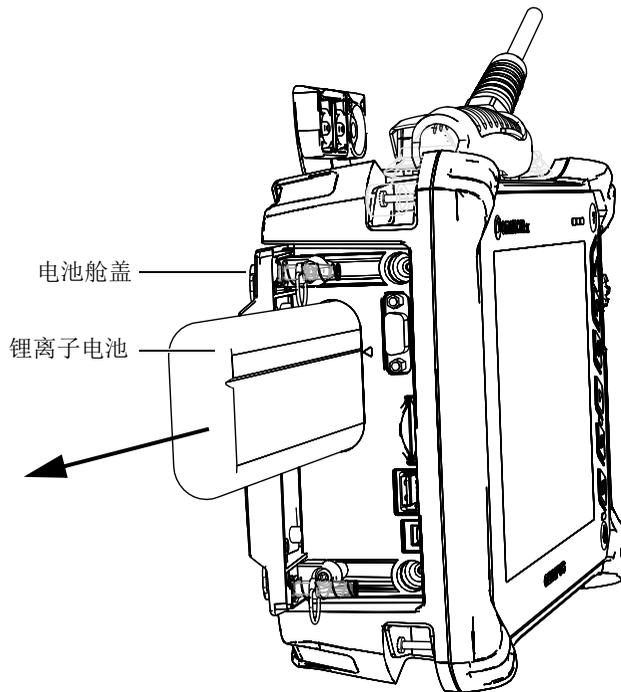

图 3-6 取出锂离子电池
2. 拉住提拉带，将电池从仪器中取出（参见第 44 页的图 3-6）。